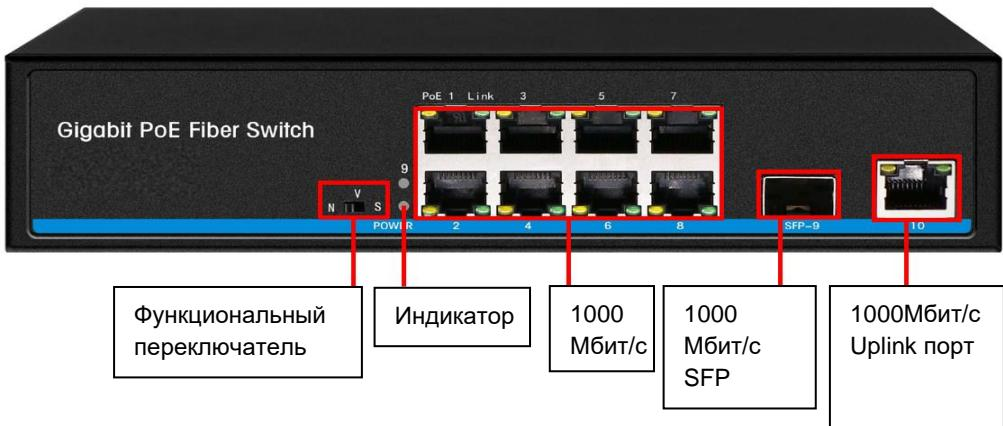

Рисунок 1 - общий вид изделия
- Посредством сетевых кабелей подключите IP-видеокамеры с питанием PoE к портам Ethernet (см. рисунок 1).
- Возьмите оптоволоконный разъём и плавно вставьте его в гнездо порта SFP коммутатора (см. рисунок 1).
- Используйте порты Uplink для подключения к ним компьютеров или IP-videoregistratorov (см. рисунок 1).